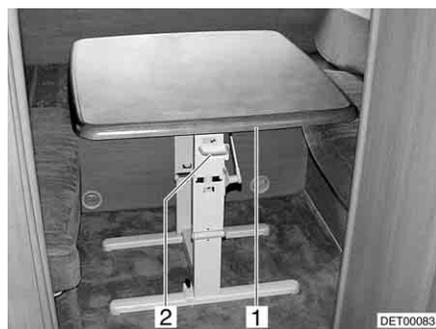

Fig. 45 Tavolo orientabile della dinette a U
- Spingere la maniglia (Fig. 45,2) verso l'alto.
- Ruotare il piano del tavolo (Fig. 45,1) formando un arco verso il basso finché la maniglia non si innesta.